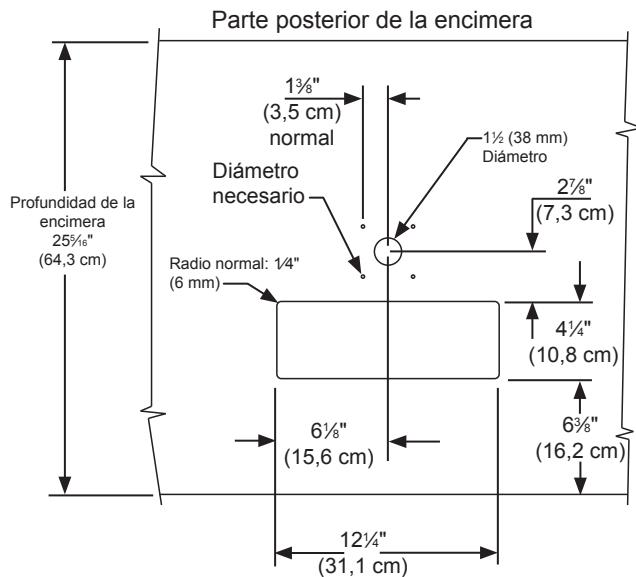

Figura 31
Las medidas del corte indicadas en la Figura 31 están basadas en una encimera de 25 5/16" (64,3 cm) de profundidad. La profundidad de su encimera puede ser diferente a esta; si este es el caso, deberá modificar las medidas. Para definir las medidas requeridas, consulte las dimensiones del producto en las Páginas 6 y 7.
4. Si va a instalar su refrigerador de barriles bajo una encimera, tendrá que perforar 5 agujeros en ella para montar la torre. El primer agujero, ubicado en el centro de la torre, tiene 1 1/2" de diámetro y permite conectar la tubería de cerveza. Está ubicado a aproximadamente 13 5/8" (34,3 cm) del borde delantero de la encimera (para una encimera de 25 5/16" [64,3 cm] de profundidad). A continuación, perfore los 4 agujeros para el montaje de la torre de acuerdo con las medidas indicadas en la Figura 31. El diámetro de estos agujeros depende del material de la encimera y si se requieren, o no, anclajes para los tornillos. Los tornillos suministrados (tipo AB de acero inoxidable n.º 10 x 1") están incluidos con los manuales. Marque y realice el corte rectangular para el sumidero de drenaje. Después de perforar los agujeros y colocar el refrigerador de barriles en su lugar bajo la encimera, pase la tubería de cerveza a través de la junta de la torre, el agujero de 1 1/2" de la encimera y el agujero de la parte superior del refrigerador. Monte la torre en la encimera con los 4 tornillos suministrados. Coloque el sumidero de drenaje (se encuentra con los manuales de la unidad) en la encimera, en el agujero rectangular (el recorte redondeado del sumidero debe quedar hacia atrás, rodeando la torre) y coloque la rejilla en el sumidero.